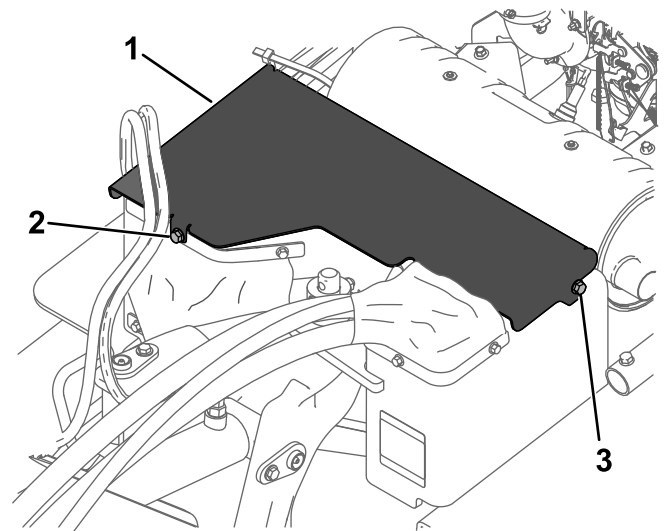

Figure 24
3. Retirez le boulon avant et desserrez le boulon gauche qui fixe le couvercle avant sur la machine (Figure 24).
4. Glissez le capot légèrement vers l'avant et tirez-le vers le haut pour le déposer (Figure 24).
5. Pour poser le couvercle avant, glissez-le en place et fixez-le avec les 2 boulons (Figure 24).